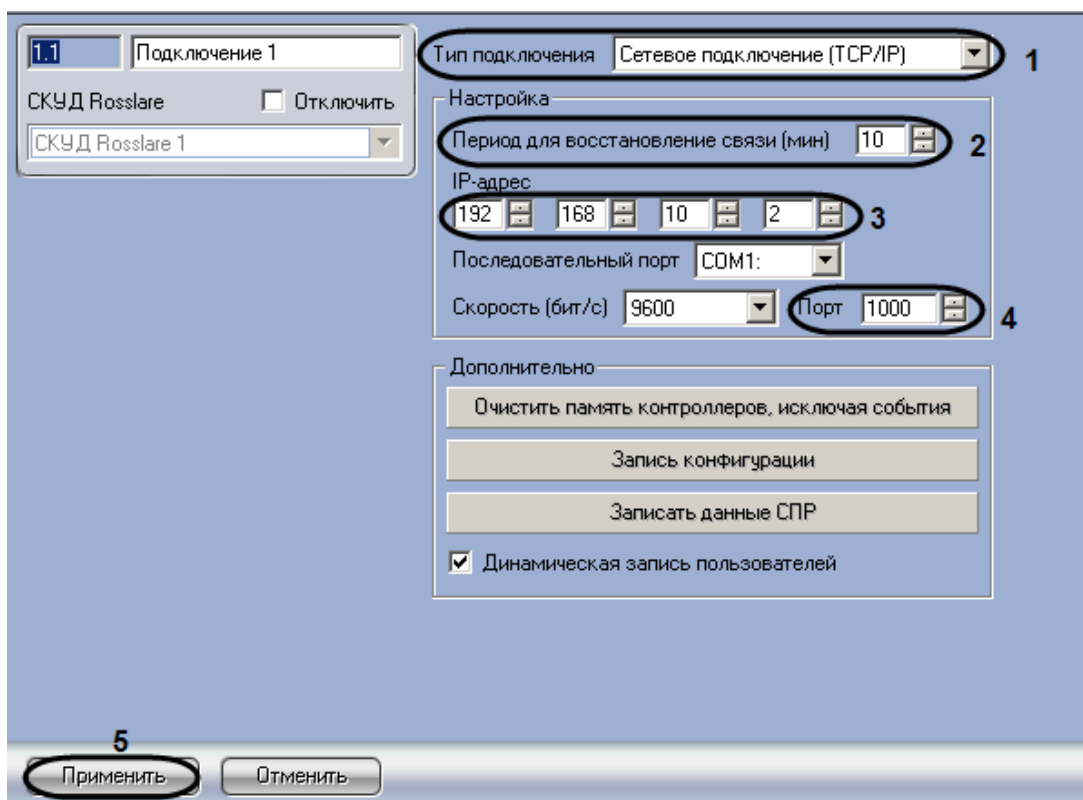

Рис. 3.3—3 Панель настроек подключения СКУД Rosslare через TCP/IP соединение
1. Перейти на панель настроек объекта **Подключение** (Рис. 3.3—3).
2. Из раскрывающегося списка **Тип подключения** выбрать связь через TCP/IP-соединение (см. Рис. 3.3—3, 1).
3. В поле **Период для восстановления связи (мин)** установить с помощью кнопок **вверх-вниз** время в минутах, в течение которого будут предприняты попытки восстановления связи с Сервером *Интеллект* (см. Рис. 3.3—3, 2).
4. В поле **IP-адрес** установить с помощью кнопок **вверх-вниз** IP-адрес подключения *СКУД Rosslare* (см. Рис. 3.3—3, 3).
5. В поле **Порт** с помощью кнопок **вверх-вниз** установить номер порта подключения *СКУД Rosslare* (см. Рис. 3.3—3, 4).
6. Для сохранения внесенных изменений нажать кнопку **Применить** (см. Рис. 3.3—3, 5).